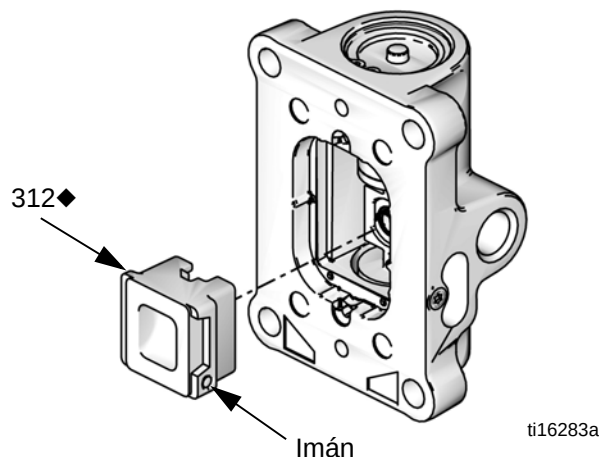

FIG. 15. Instalación de la copa de la válvula de aire
7. Instale el muelle (311♦). Lubrique e instale la copa de la válvula de aire (312♦), consulte la FIG. 15. Alinee el pequeño imán redondo con la entrada de aire.